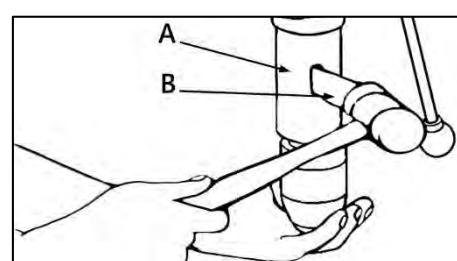

Рисунок 10.
Максимально разведите кулачки патрона повернув зажимное кольцо. Вставьте в отверстие в гильзе (A) (рис. 10) расклиниватель (B) и поступите по нему резиновым молотком, придерживая патрон рукой, чтобы избежать его падения при отделении от шпинделя.